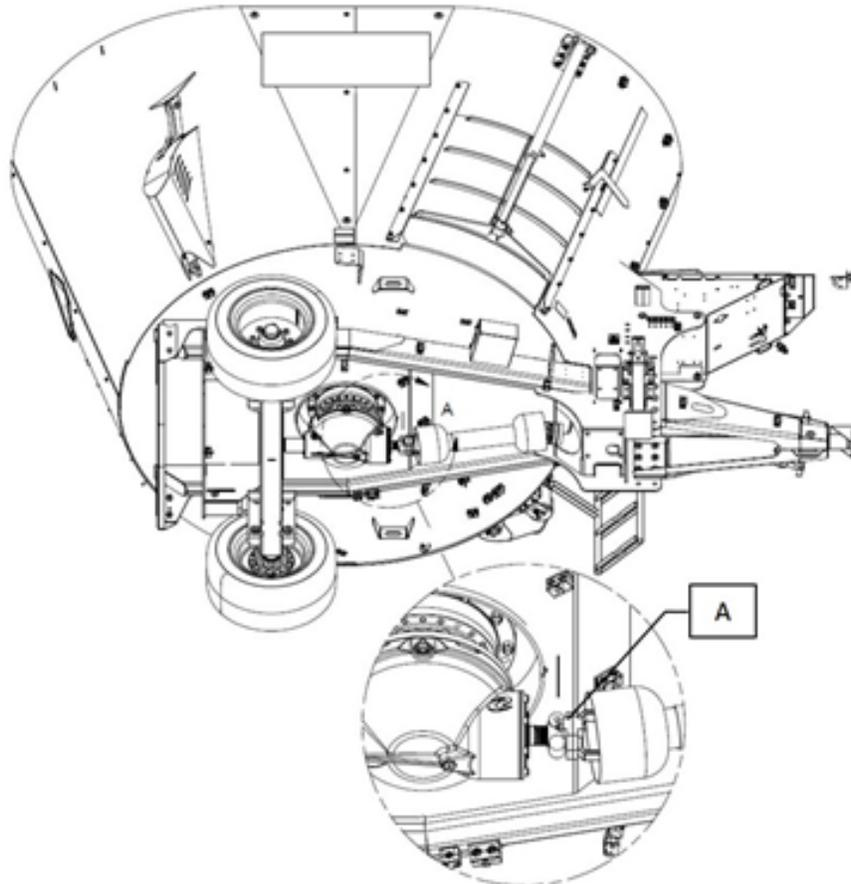

Figure 35 — Emplacement du limiteur de couple à boulon de cisaillement sur les SMARTMIX à une vis
2. Retirez le morceau de boulon du limiteur (repère A, Figure 35).